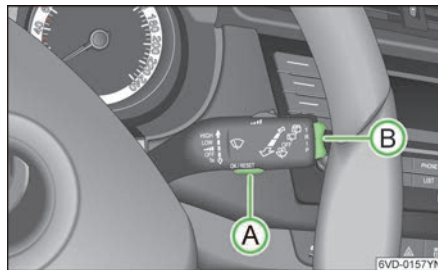

图 8
▶ 按压车窗玻璃洗涤器拨杆上按钮 **B** 的两端» 图 8，可以使各项行驶数据在显示器上逐个显示。
行驶时间显示的是上一次清空信息存储器后的车辆累计行驶时间，如果您从某个特定时间点开始累计行驶时间您必须首先按动按钮，>图 8，见第 12 页 **A**，清除这一存储信息。
平均油耗是以升/100 公里为单位显示上一次清空信息存储器后的平均油耗，此信息能帮助您调整驾驶习惯以达到期望的油耗值，如果想测算某特定行驶周期内的平均油耗，在开始测算油耗前请先按动按钮，>图 8，见第 12 页 **A** 将信息存储器清空。清除记录后需要再行驶约 300 米后才能再次显示油耗。